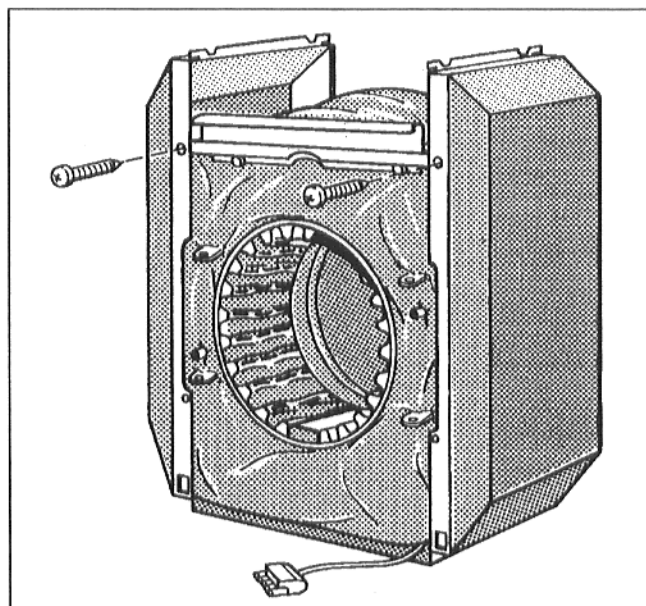

Рис. 12
- Привинтить боковые стенки к передней и нижней траверсе посредством винтов для листового металла (Рис. 12).